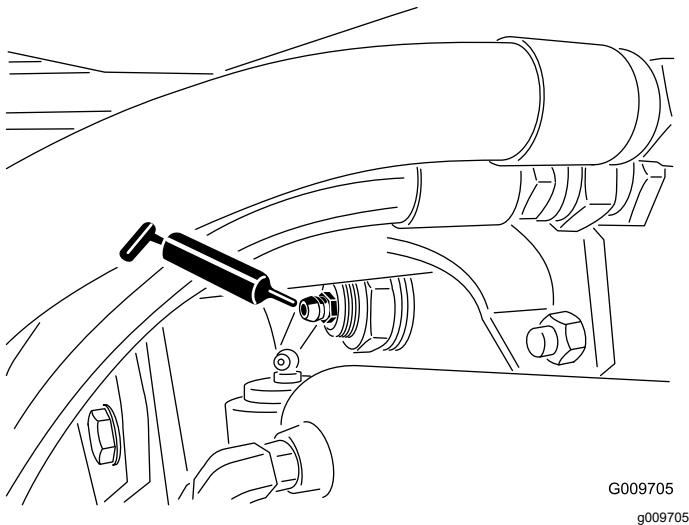

Figure 51
- Bagues de pivot d'essieu arrière (2), comme montré à la Figure 51.